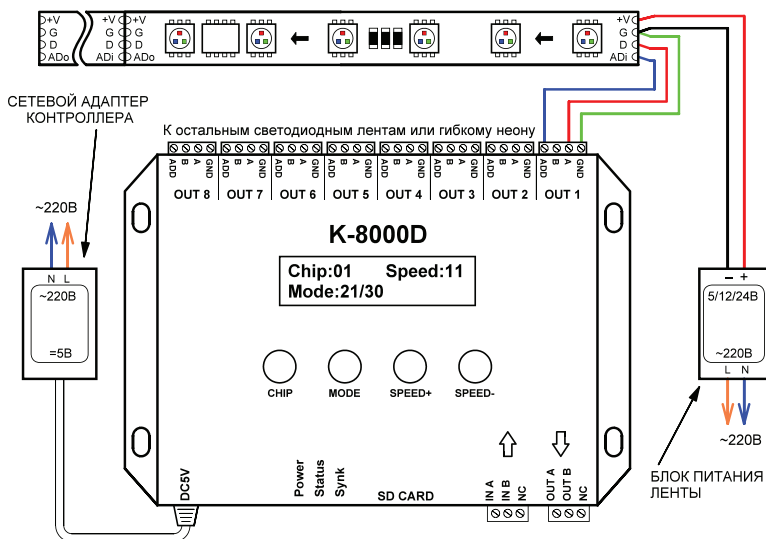

Рис.1. Схема подключения светодиодной ленты.
3.3. Подключите общий провод и сигнальные провода от входа светодиодной ленты или гибкого неона к выходу контроллера **GND**, **DATA** и **ADR** (Рис.1). Учтите, что светодиодная лента и гибкий неон с управлением DMX имеют вход и выход. Направление передачи сигнала на ленте обозначено стрелками. Информацию о подключении гибкого неона смотрите в его руководстве по эксплуатации.